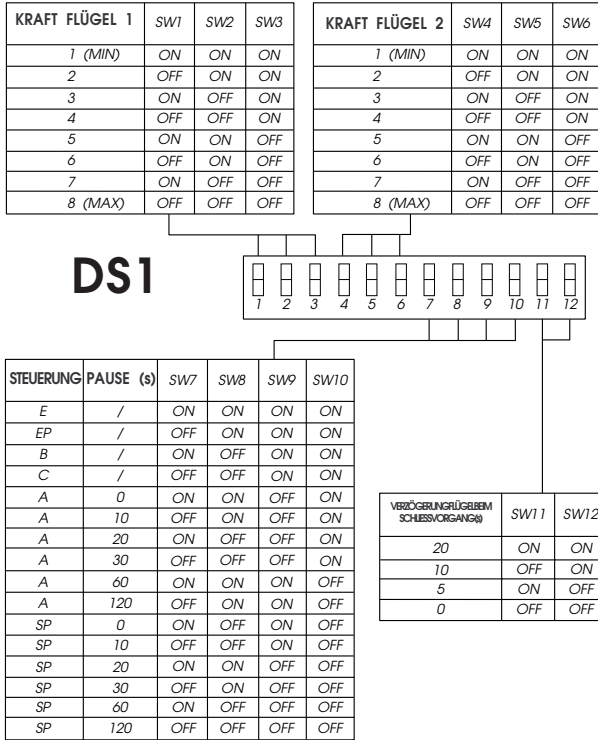
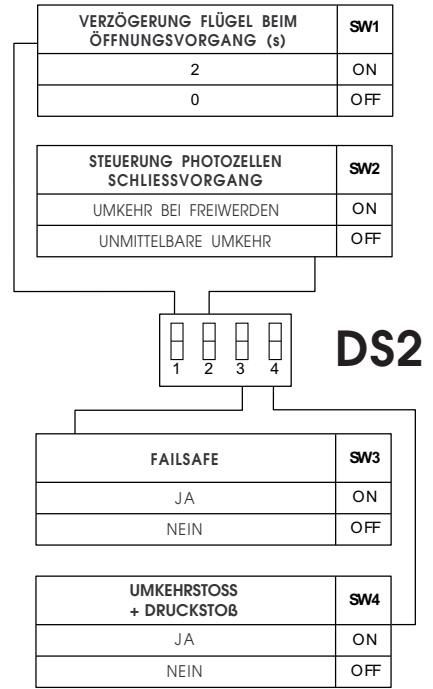

Abb. 18
Abb. 19
Das Gerät ist mit zwei Gruppen von Mikroschaltern ausgestattet: DS1 (Abb. 18) und DS2 (Abb.19). Diese ermöglichen die Programmierung der Betriebsparameter des Tors.
5.1. MIKROSCHALTER DS1 (Abb. 18)
5.2. MIKROSCHALTER DS2 (Abb. 19)